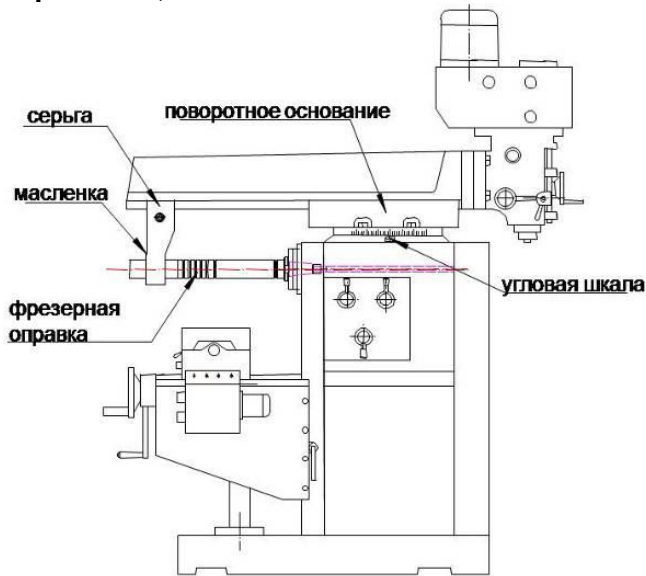

Рис.9
**Наладка станка для горизонтального фрезерования, Рис.9.**